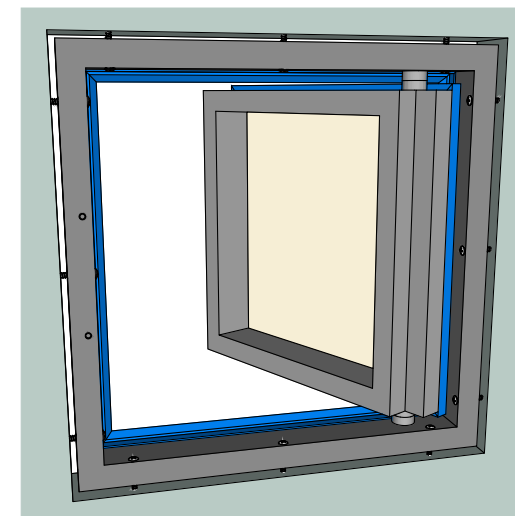

Рис. 3
- 4.** Откройте створку люка и зафиксируйте раму люка к проёму саморезами в предназначенные отверстия (отрегулируйте расположение люка в проёме с помощью саморезов) (Рис.3). Важно не перетянуть саморез, чтобы рама люка не деформировалась!